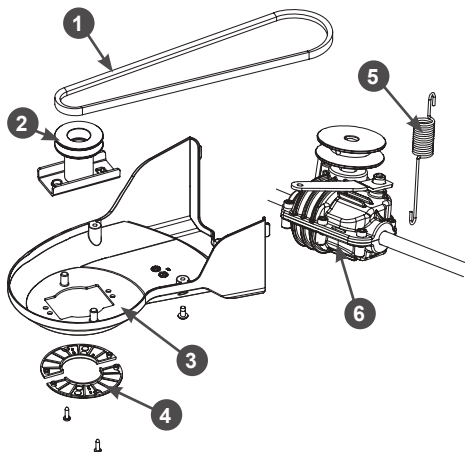

Рис. 25. Обслуживание ремня привода хода
5. Открутите винты крепления и снимите две защитные крышки ремня (Рис. 25).
6. Открутите винты крепления и снимите кожух защитный ремня (Рис. 25).
трещин, разрывов, отслоения корда (Рис. 25). При обнаружении поврежденного ремня необходимо заменить.
2. Открутите винты крепления и снимите крышки 4 защитные ремня (Рис. 25).
3. Открутите винты крепления и снимите кожух 3 защитный ремня (Рис. 25).
4. Снимите ремень 1 со шкива адаптера в сторону двигателя и снимите адаптер 2 с вала двигателя (Рис. 25).
6. Снимите ремень со шкива редуктора 6 (Рис. 25).
8. Установите новый ремень на шкив редуктора, затем установите адаптер ножа и установите ремень на шкив адаптера ножа. После этого убедитесь, что пружина 5 на месте и держит ремень в натянутом состоянии (Рис. 25).